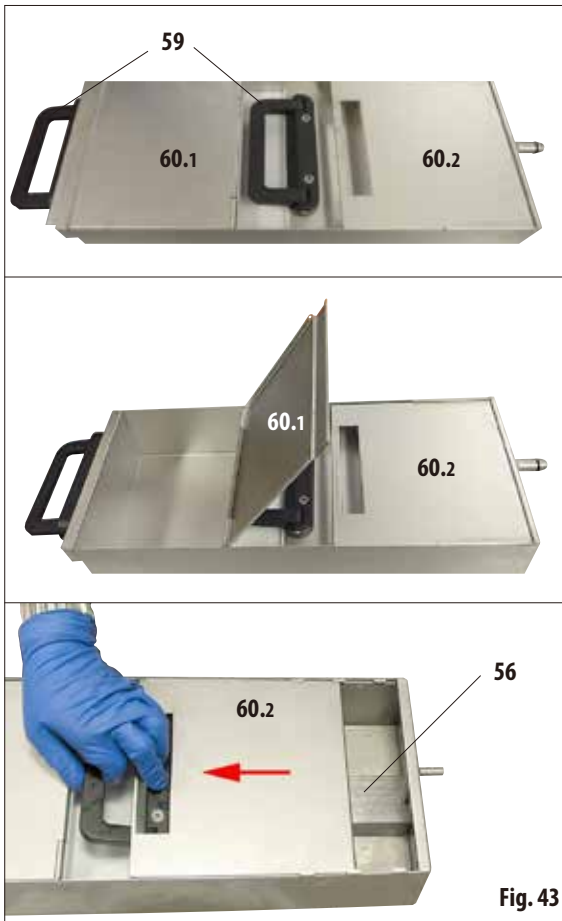

Fig. 43
- Toate băile de parafină au două mânere (59) pentru extragere și transport. Două capace mobile (60.1 și 60.2) asigură o izolare termică mai bună și împiedică vărsarea parafinei lichide atunci când este scoasă (Fig. 43).
- Atunci când scoateți o baie, capacul din față (la stânga în imagine) (60.1) poate fi pliat în sus (Fig. 43), pentru a facilita umplerea și curățarea.
- Celălalt capac (în imagine, în dreapta) (60.2) poate fi, de asemenea, deplasat și îndepărtat pentru curățare (Fig. 43, de mai jos).
- În fiecare baie de parafină există o sită (56), ca și în stația de parafină, pentru a proteja liniile de parafină împotriva contaminării.